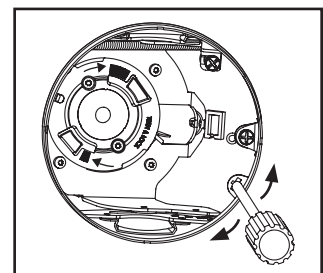

Figure 18.
2. Tournez le mécanisme jusqu'à la position souhaitée à l'aide du repère de positionnement et d'un tournevis (Figure 18.).